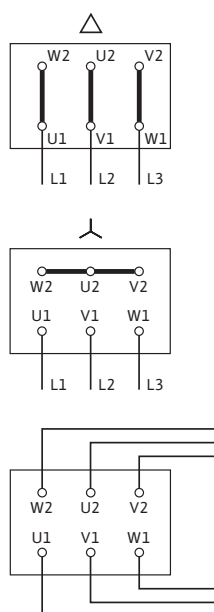

Fig. 17: Alimentación eléctrica
En la cubierta de la caja de bornes encontrará el esquema de la conexión eléctrica (véase también la Fig. 17).
- La alimentación eléctrica depende de la potencia del motor P_2 , de la tensión de red y del tipo de arranque. En el siguiente listado "Tab. 4: Asignación de los bornes de conexión" en la página 17 y en la Fig. 17 podrá consultar la conmutación necesaria para las clavijas de conexión de la caja de bornes.